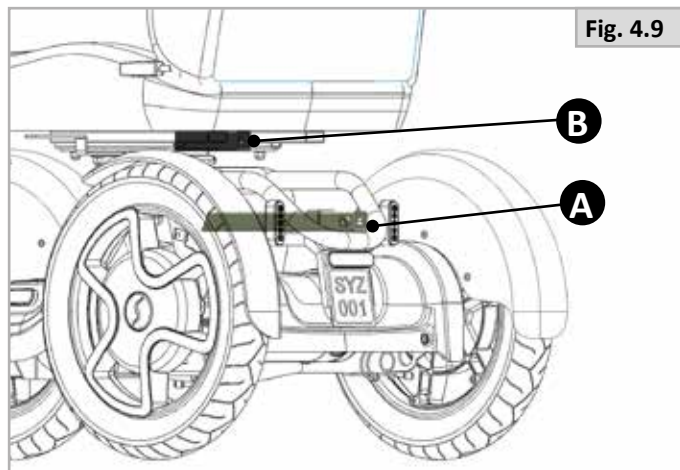

Fig. 4.9
4.8.4 Monteringspunkter til universelt tilbehør til mobilitetsscootere (fig. 4.9)